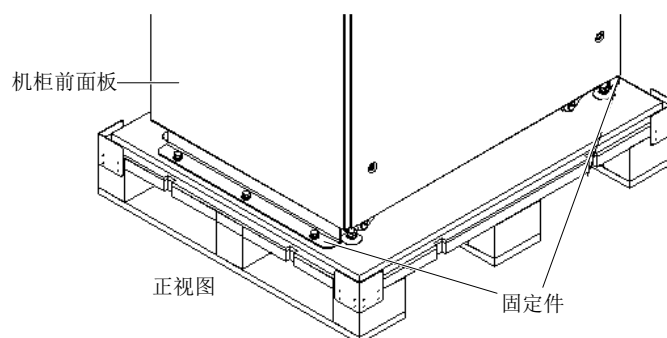

图2-4 拆除螺钉及固定件
3. 如图 2-4 所示，打开机柜前面板，将机柜正面底部的螺钉及固定件拆除。然后将机柜背面底部的螺钉及固定件拆除。